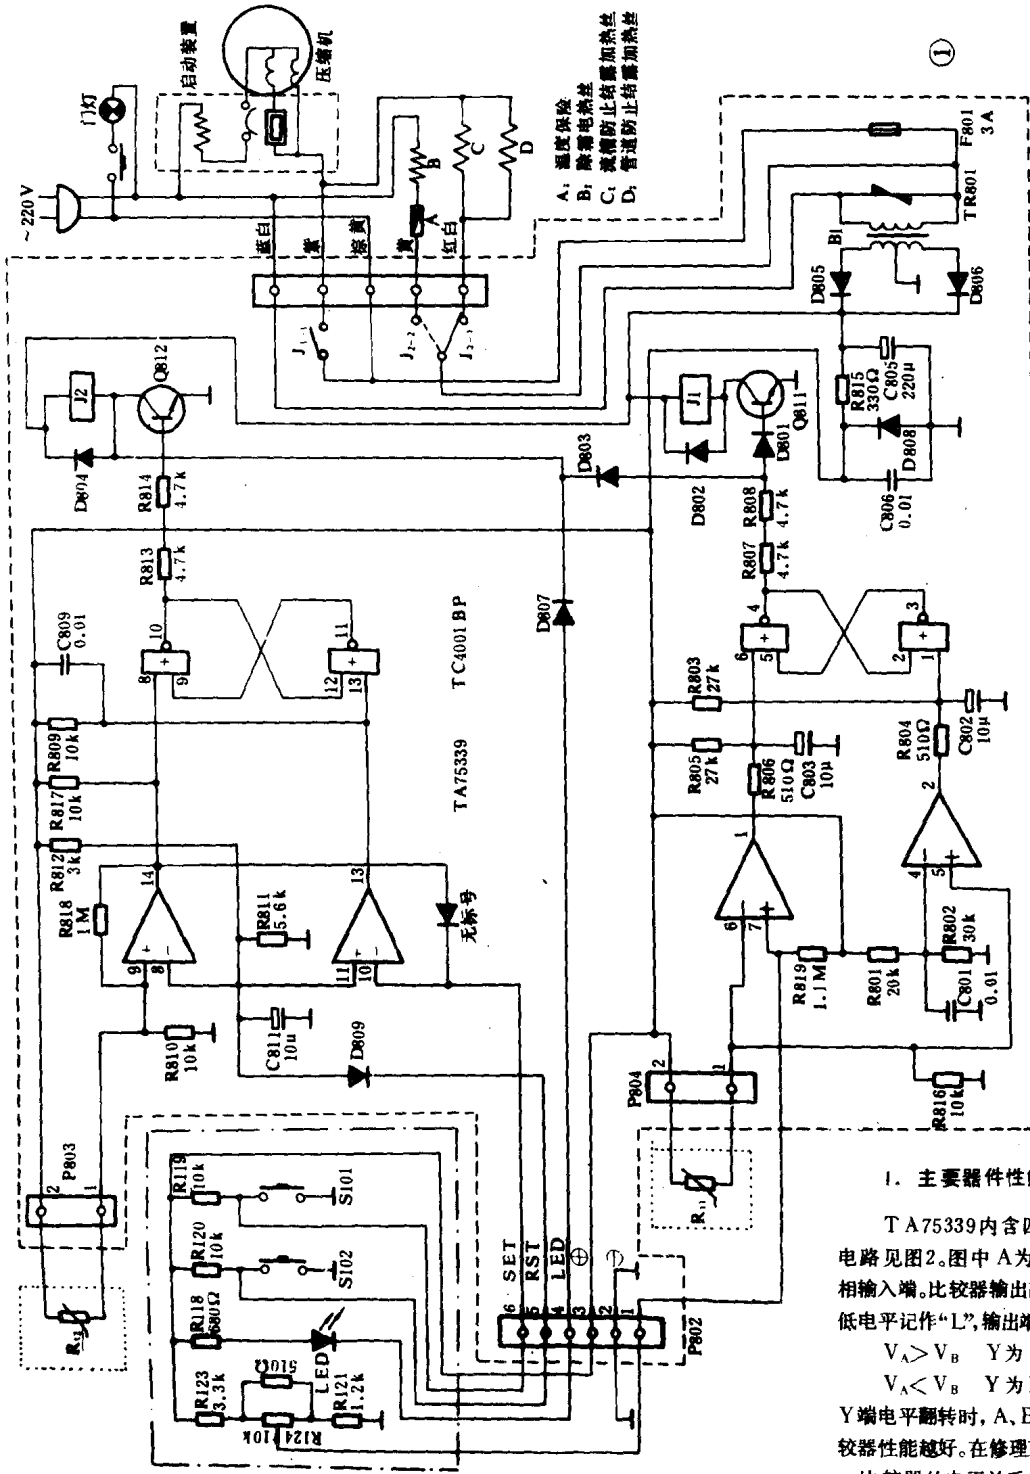

图1是东芝GR-205E(G)电冰箱电子温控电路原理图，整个电路由主电路、控制电路和感温器件三部分组成。
分析检修:该机电路与日本东芝1421型电视机相似,均采用TA7193P解码集成电路。首先测TA7193P⑩脚电压为零(正常值在2V至10V之内变化)。该脚外围元件与内部电路构成了色饱和度控制电路。调节色饱和度旋钮时⑩脚电压还是零。查⑩脚外围元件都正常。用一只20kΩ电阻接在⑩脚与地之间,荧屏有不同步的彩色横条,这时⑩脚电压在2V至10V之间变化,彩色横条信号也能控制,说明彩色控制电路工作正常。但⑨脚为6.9V(正常值为8.5V),⑪脚为7.2V(正常值为8.5V),两脚电压不相等,据此可断定色同步信号与色副载波不能锁定,造成消色电路动作,引起无彩色。经检查是由于外围元件R519(27kΩ)变为无穷大(参阅图1)。换新件后故障排除。
此类故障原因多为：卷带力矩不平衡，卷带力矩不足，卷带轮间断转动(甚至不转动)，主导轴与压带轮不平行，磁带本身质量差等。检修此类故障时，要首先取出盒带及缠绕的磁带。当缠带不严重时，可先按下停止键，然后再按倒带键，使缠绕在主导轴、压带轮上的磁带顺利地卷入带盒内，且可不损坏缠绕过的磁带，方便地将磁带从录音机内取出。当缠带严重时，上述取带办法无效，要设法打开带盒仓，有时按下出带键，便可打开带盒仓，此时，可先引出一些带盒内的磁带，并将盒式磁带取出，然后处理留在带盒仓内的缠绕磁带。一般是借助镊子小心谨慎地将缠绕在主导轴、压带轮上的磁带作试探性的挑开、松动，小心解开缠绕的磁带，同时，可将压带轮作反向(与走带转动方向相反)转动，以方便解开缠绕的磁带。有时虽按下出带键，但带盒仓无法打开，此时应设法打开录音机的机壳，通常应尽可能打开后机壳，然后按下收音走带键，并用手按逆时针方向旋转飞轮，使缠绕的磁带渐渐解开。对那些打开后机壳仍不能直接碰到飞轮的收录机，则可反向拨动电机与飞轮之间的传动橡胶带。当后机壳也无法打开时，则只能设法打开前机壳。事实上，因带盒仓是装配在前机壳上的，而在带盒仓不能打开的情形下，前机壳也就无法打开了。因此，通常是多次反复地按出带键、走带键及停止键，同时，力争用手将带盒仓撬开5mm以上的缝隙，然后用断锯条做的小钩刀(如图1)挤入带盒仓内，轻轻钩断缠绕在主导轴、压带轮上的磁带。对于残余磁带的清除一定要做到完全彻底，以免引起再度缠带或其他故障。对于断磁带，可按图2所示方法用白色(或透明)胶带进行拼接。注意，上述取带过程应在切断录音机电源的情况下进行。